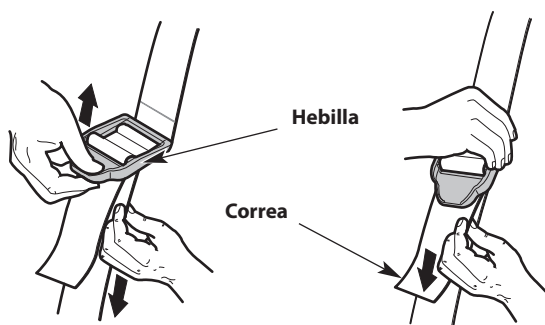

Fig. 8
4. Ajuste la correa de hombro para adecuarla al operador (Fig. 8). Tire de la hebilla hacia arriba para aflojar la correa. Tire de la correa hacia abajo para ajustarla.